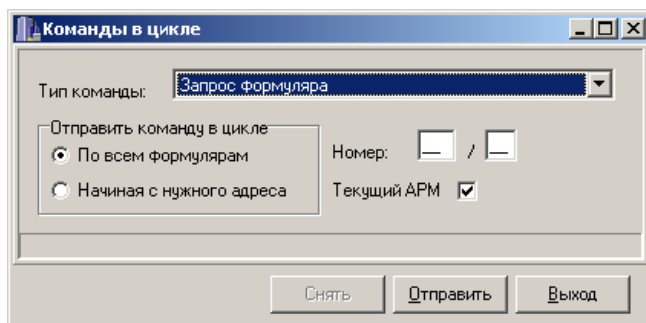

Рисунок 35
– **Отправить команду в цикле** – позволяет выдавать команды «Запрос состояния», «Ввод формуляра» и «Исключение формуляра» по группе адресов (АТС, либо АТС/КН) в цикле (рисунок 35).